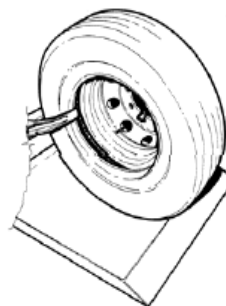

Рис.32
4. Поверачивайте зажимное устройство против ч. с. до тех пор пока борт шины не будет полностью демонтирован (Рис.32).